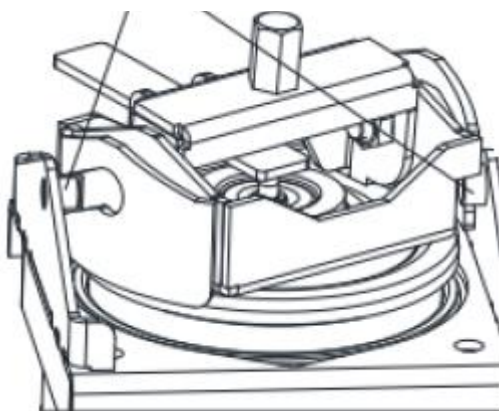

Рис. 26
- вставьте штоки фиксации в отверстия на обеих сторонах ударного механизма, как показано на (рис. 26).